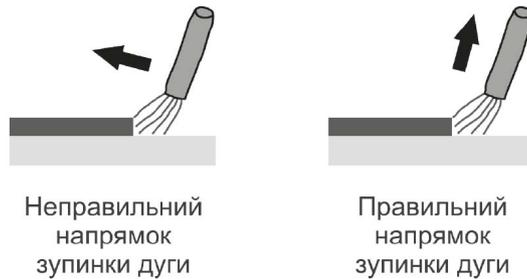

Рисунок 5. Відстань розташування електрода із покриттям до деталі під час ручного дугового зварювання (ММА).
6. Для зупинки процесу зварювання відвести електрод від поверхні деталі на достатню відстань (рис. 5).